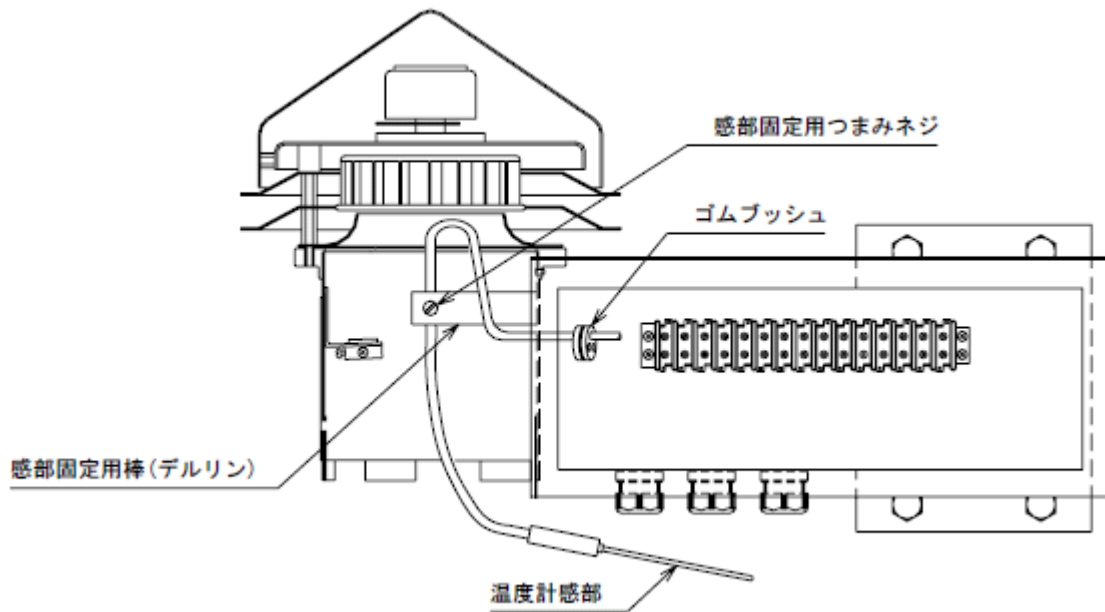

図3 温度計感部の取付け
- (1) 温度計感部のケーブルの先端から図3のように挿入します。
- (2) シロッコファンにケーブルが当たらないように十分に注意して下さい。
- (3) ゴムブッシュを外して、穴にケーブルを通して下さい。
- (4) 端子盤への取付は、湿度計感部の取り付けが終わった後、行います。